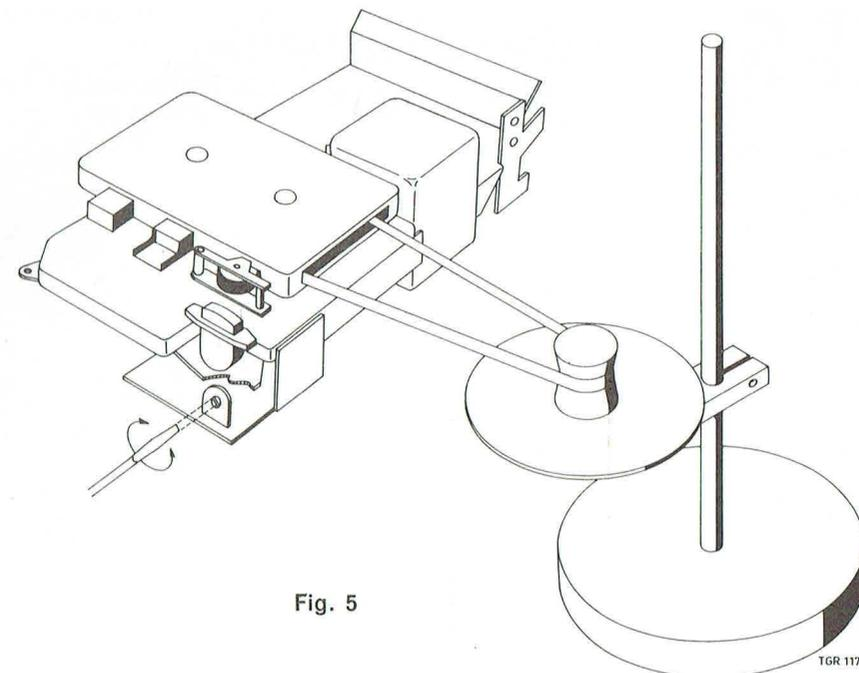

Fig. 5
- Disposer à côté de l'appareil un disque stroboscopique. (N° de code U 08 032) ; placer la bande sur la poulie de ce dernier (voir figure 5).